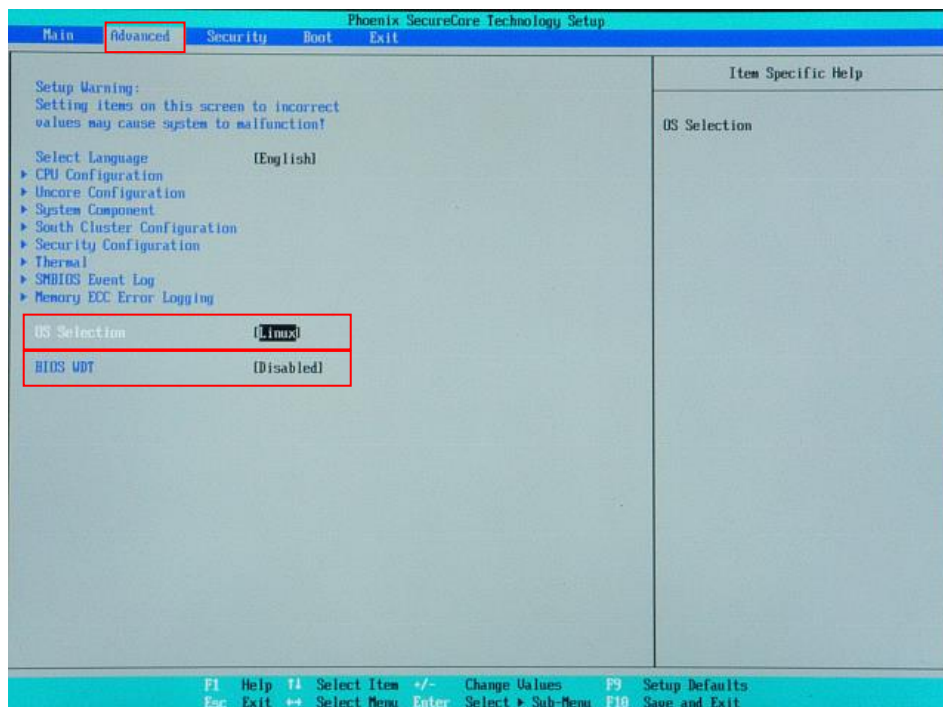

図 5-1-2-1. BIOS 設定 Advanced メニュー
- ⑦ [Boot]メニューを選択します。(図 5-1-2-2)
- ⑧ [USB HDD] (接続した USB メモリ)を[ATA HDD0] (m-SATA メインストレージ)よりも上に設定します。